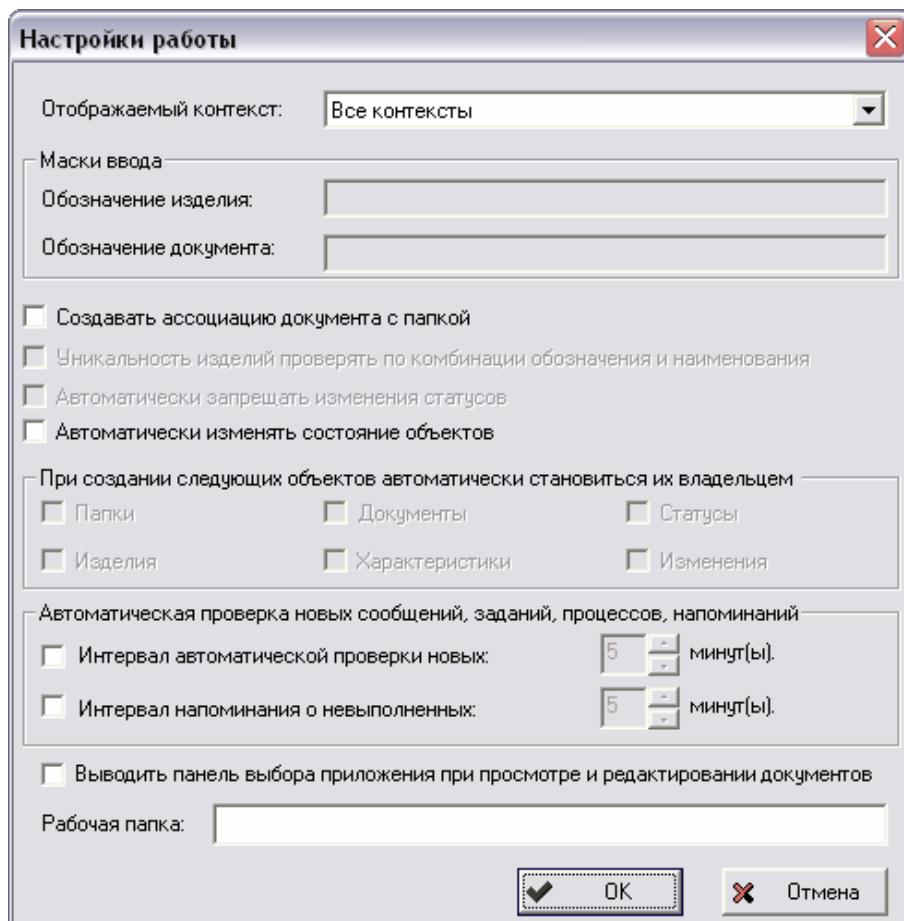

Рис. 287
2. Выберите пункт **Настройки работы**. После этого появится диалоговое окно **Настройки работы** (Рис. 287).
3. В группе полей **Автоматическая проверка новых сообщений, заданий, процессов, напоминаний** установите флаг **Интервал автоматической проверки новых** и укажите время минутах (Рис. 287).